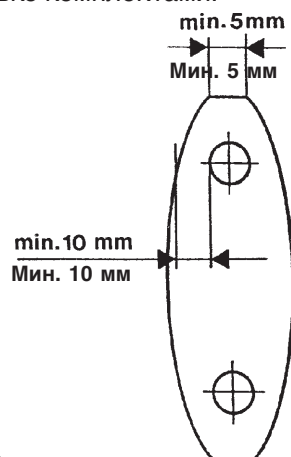

Рис. 7.2
- Только после обнаружения износа двух ребер согласно рис. 7.2, требуется демонтировать и повернуть молотки другой стороной.
- Не следует допускать чрезмерно сильного износа ребер молотков, так как в противном случае их поворот и дальнейшее использование могут стать невозможными (см. рис. 7.2).